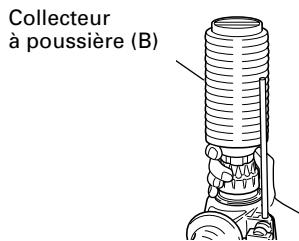

Fig. 5
7. Lors de l'installation de la capuchon à poussière ou du collecteur de poussière (B) (accessoires en option) (Fig. 4, Fig. 5)
- Pose du collecteur à poussière (B)
Lors de l'utilisation du collecteur à poussière (B), l'insérer par le bout du foret en l'alignant avec la rainure sur la poignée. (Fig. 5)